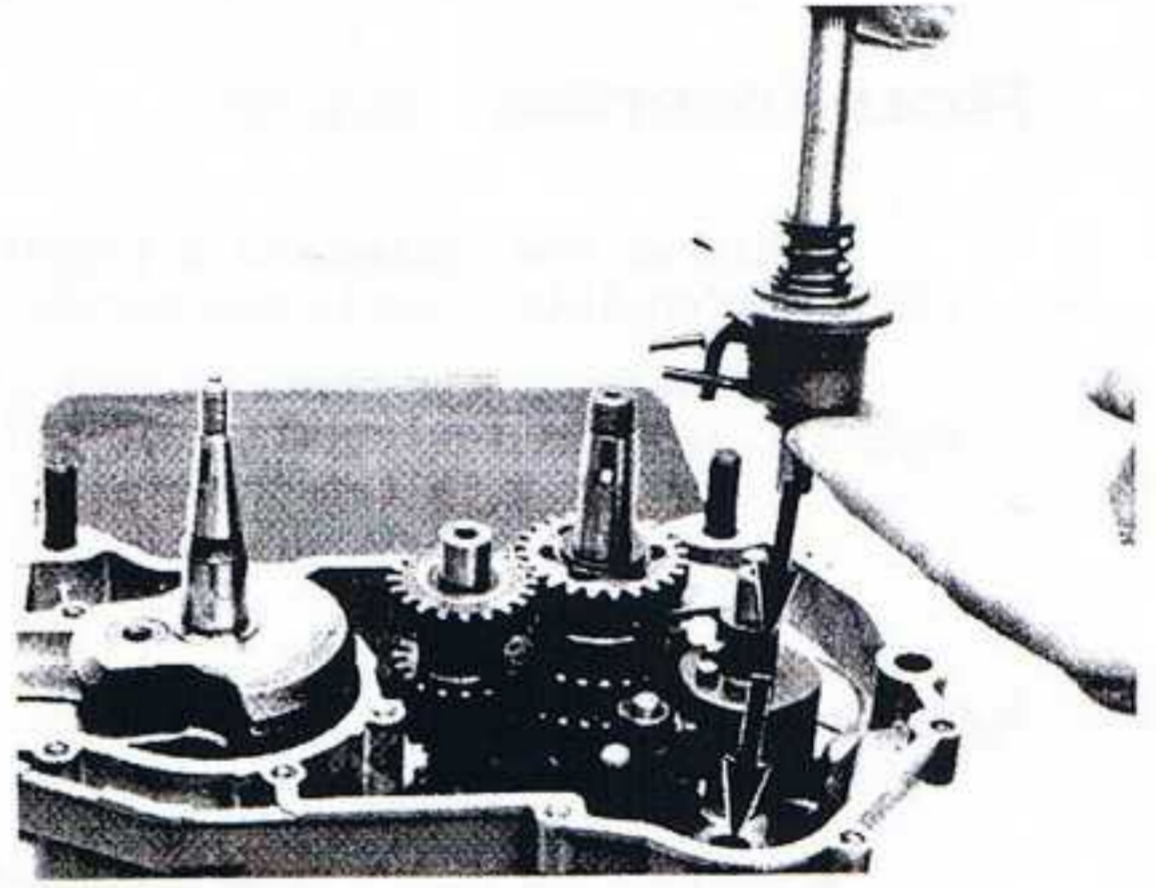
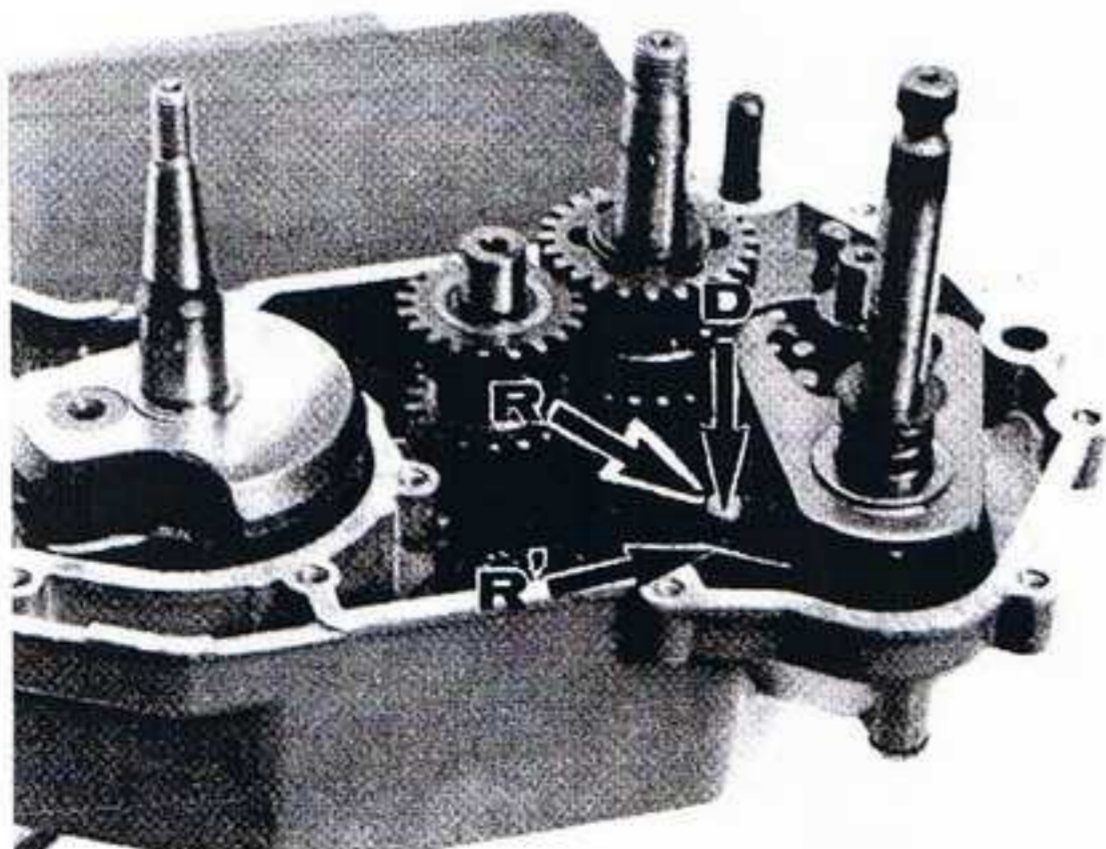

fig. 44
fig. 45
- Mettre en place l'arbre de sélecteur (fig.44) en ayant soin de positionner le ressort de retour, de façon que le doigt (D) du carter soit logé entre les extrémités (R) et (R') de ce ressort (fig.45).